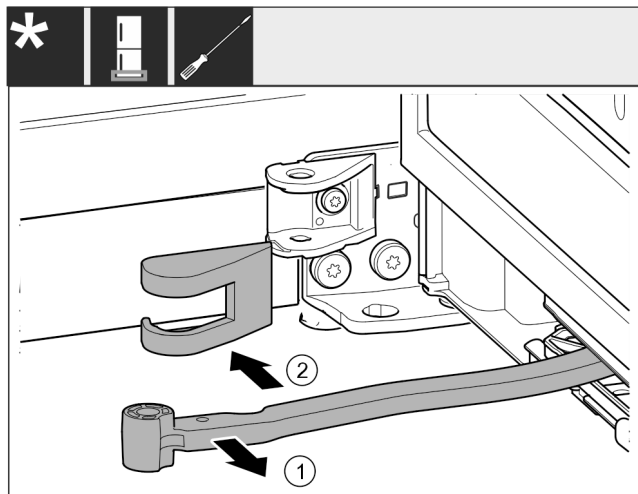

Fig. 16
- 将铰链转向门的方向。Fig. 16 (1)
- 移除托架盖。Fig. 16 (2)